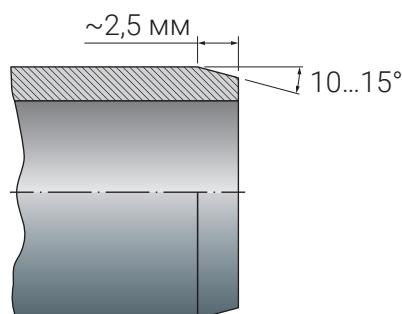

Рис. 5. Подготовка концов трубы перед нанесением клея
- Удалите внутренние заусенцы или выступающие кромки с помощью инструмента для удаления заусенцев или ножа. Удалите внешние заусенцы или выступы с помощью напильника или специального инструмента для удаления заусенцев и снятия фаски. Этим же инструментом на конце трубы снимите фаску шириной 2,5 мм под углом 10...15° (см. Рис. 5). Заусенцы могут создать глубокие царапины на предварительно размягчённых поверхностях или привести к заеданию трубы при введении её в фитинг. Фаска облегчает введение трубы в фитинг.
3. Конец трубы должен быть обрезан строго под прямым углом. Необходимо снять фаску с конца трубы (см. Рис. 5).